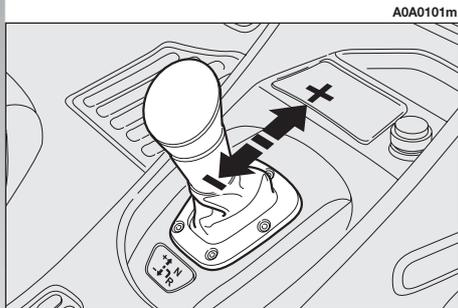

fig. 131
– per aumentare di marcia (+) (**fig. 131**) spingere “in avanti” la leva (se la vettura è in prima marcia si passa in se-
– per scalare di marcia (–) (**fig. 131**) spingere indietro la leva (se la vettura è in quinta marcia si passa in quarta, se è in quarta si passa in terza e così via sino alla prima).